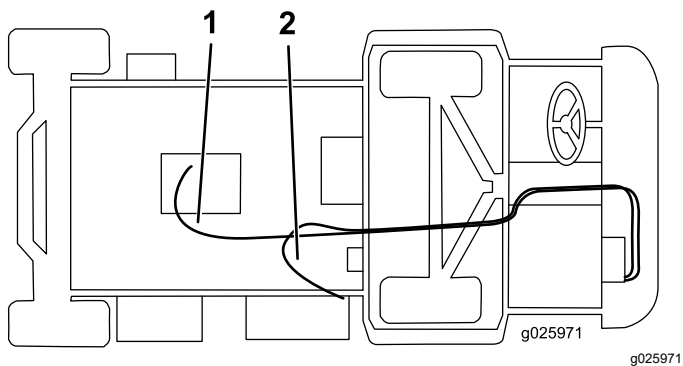

Figura 11
6. Ligue o tubo comprido à válvula do aquecedor com uma braçadeira de tubos e encaminhe-o por debaixo da máquina, por cima do eixo, e até à união reta (Figura 11).
7. Ligue o tubo mais curto ao enchimento em T branco com uma braçadeira de tubos, encaminhe-o através do grampo em R no suporte do aquecedor e ligue-o à união em T no tubo inferior do radiador com uma braçadeira de tubos (Figura 11).